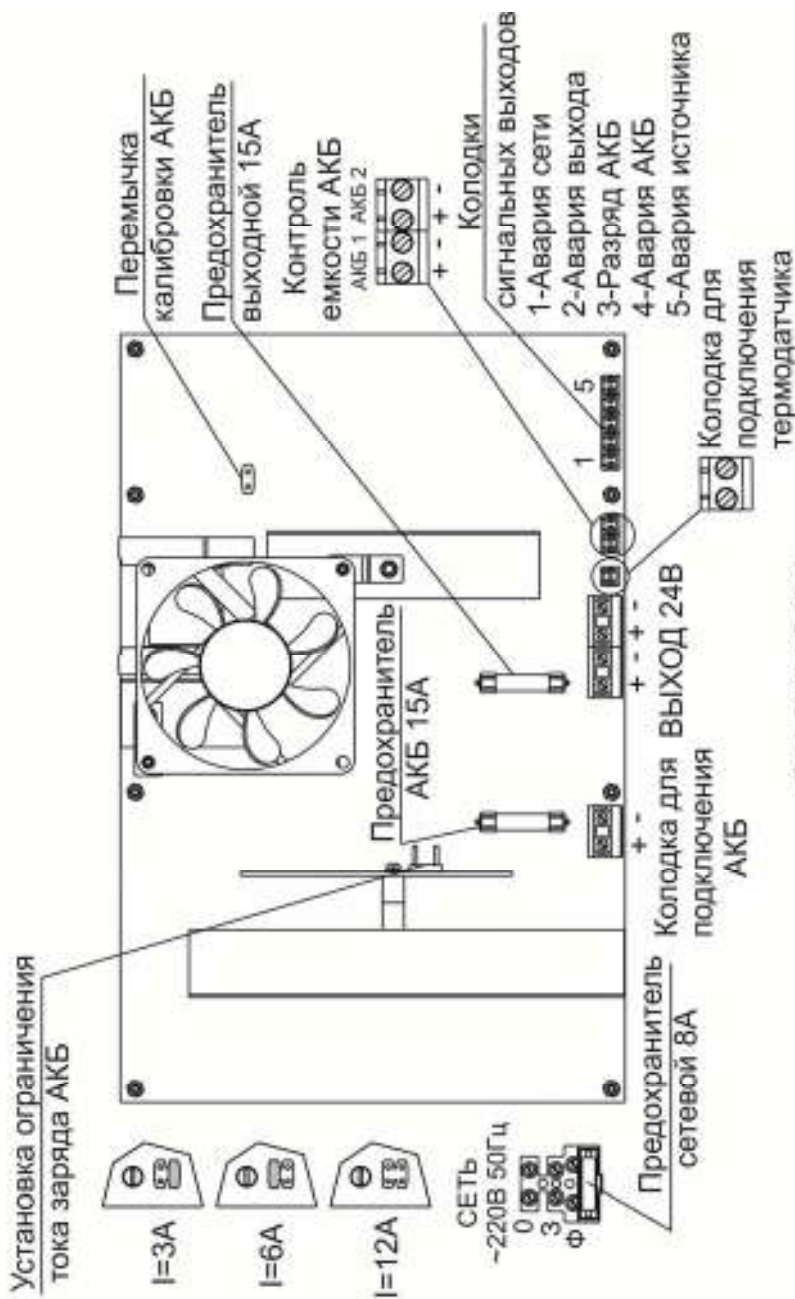

РИСУНОК 1
**Подключение источника производится при отключенном сетевом напряжении** и открытой крышке (см. приложение Рисунок 1) в следующей последовательности:
- при необходимости, подключить термодатчик (входит в комплект поставки) к контактам колодки для подключения термодатчика (см. приложение Рисунок 1);
- проверить правильность произведенного монтажа в соответствии со схемой подключения (см. приложение Рисунок 1,2,3,4).
- подключить аккумуляторные батареи к клеммам «АКБ» с учетом полярности (красный провод – к клемме «+АКБ») (см. приложение Рисунок 1, 4).
- надеть джампер на перемычку калибровки АКБ (см. приложение Рисунок 1). Источник произведет калибровку по подключенной АКБ;